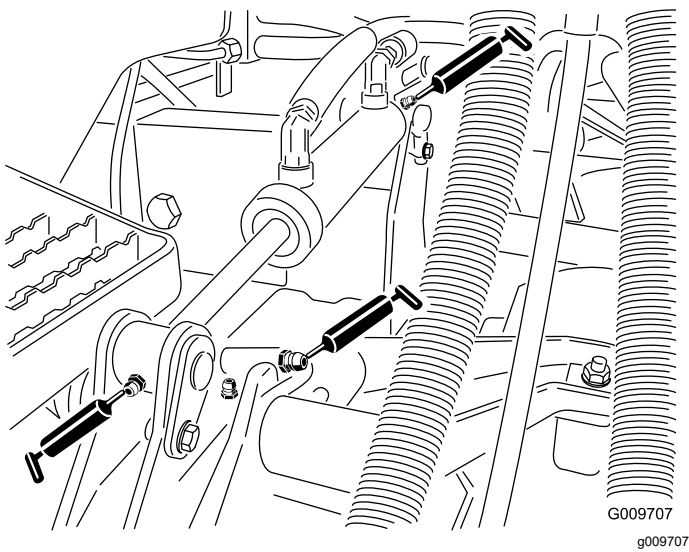

Figura 38
- Casquillos de brazo de elevación (1 por unidad de corte) tal y como se muestra en la Figura 38
- Casquillos de cilindro de elevación (2 por unidad de corte) tal y como se muestra en la Figura 38